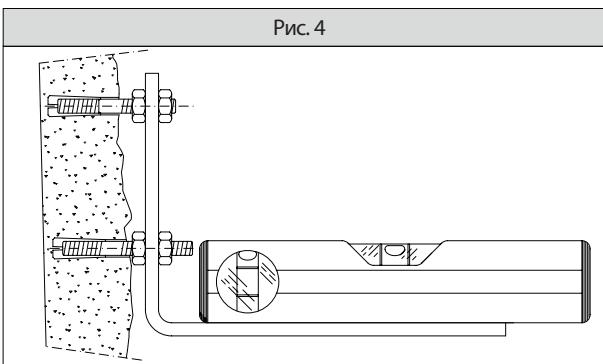

Рис. 5
- Закрепите редуктор на пластине 4 винтами, ориентируя редуктор направо или налево (**рис.5**).